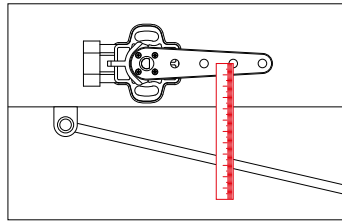

Abb. 26: Sensorarmlänge
1. Bringen Sie die Aufhängung mithilfe eines Getriebehebbers in die Mittelstellung des gesamten Fahrwegs und den Sensorarm in Mittelstellung des Arbeitsbereichs. Messen Sie nun den Abstand [D] zwischen gewähltem Befestigungsloch und dem Befestigungspunkt der Koppelstange (Abb. 26).